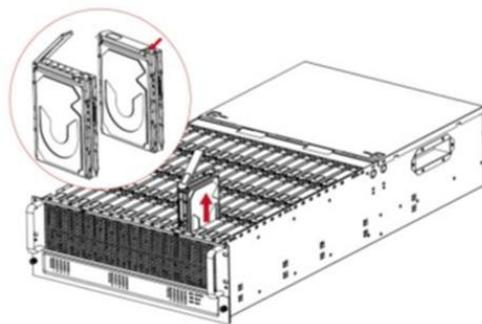

Рисунок 134 - Удаление лотка привода жесткого диска
3.3) Удалить заменяемый диск из лотка (см. Рисунок 134)